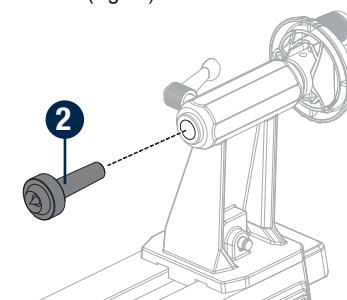

Fig. 6
- Insérez l'arbre du centre de la contrepointe de la poupe mobile (2) dans le centre creux du fourreau de la poupe mobile (fig. 6).